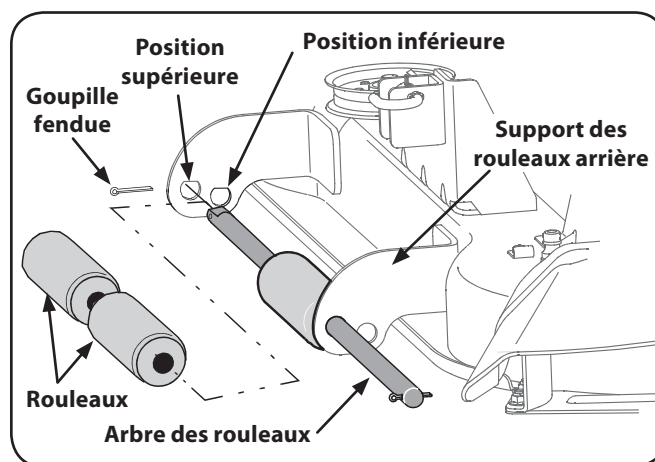

Figure 6-8
1. Dégagez la goupille fendue sur le côté gauche de l'arbre des rouleaux. Voir la Figure 6-8.
2. Glissez l'arbre des rouleaux vers la droite et dégagez les rouleaux quand l'arbre est complètement hors de son support. Voir la Figure 6-8.